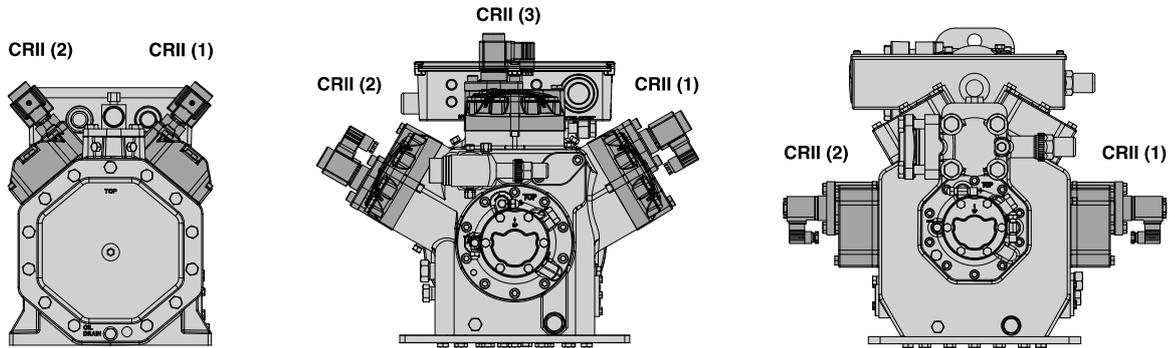

図 5 : CRII システムを完全装備した ECOLINE コンプレッサー (4 気筒/6 気筒/8 気筒)
容量制御システム用のバルブ上部の部品の取付け位置については、12 ページの図 5 を参照してください。
- タンデムコンプレッサーの場合：考えられる負荷シーケンスの発停を念頭に置き、どちらのコンプレッサーにも同じ数の CRII シリンダーヘッドを装備する必要があります (12 ページの図 5 を参照)。